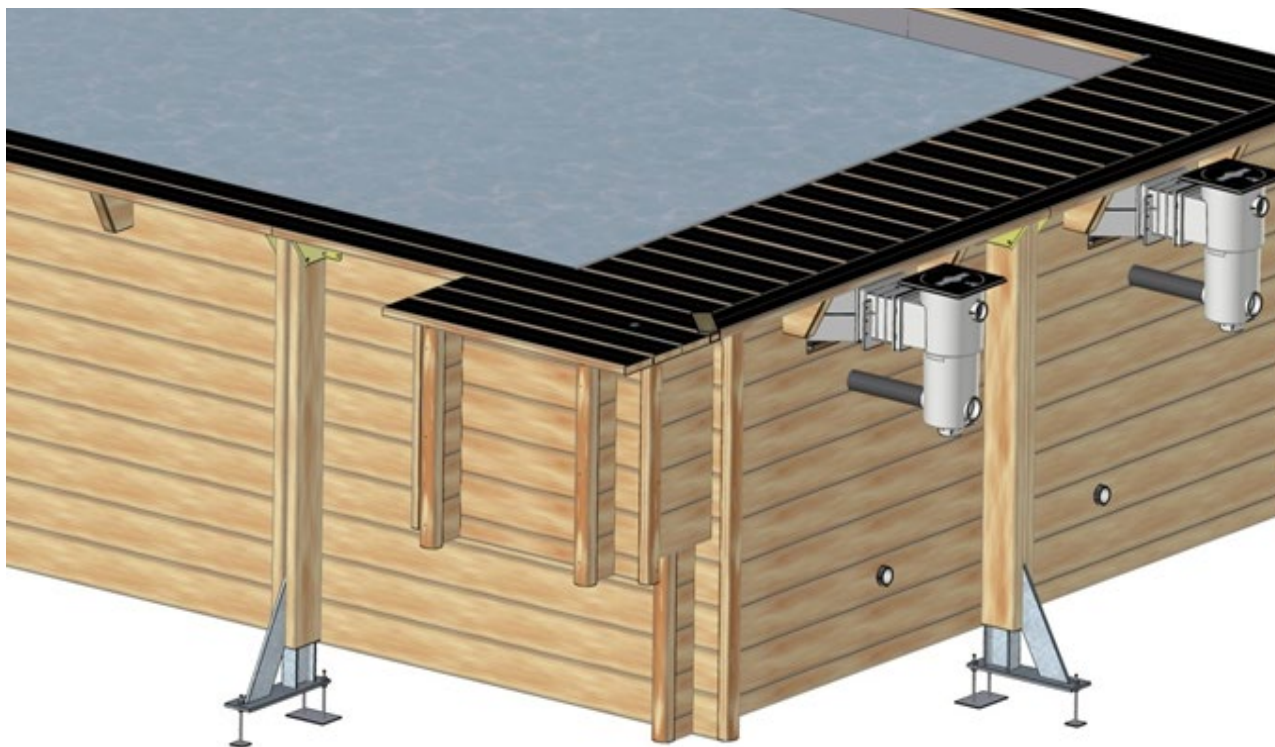
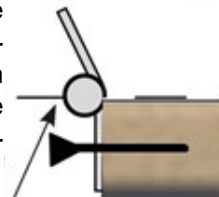

Abbildung 59 – Lage des Motorschachts am Pool
Abbildung 66 – Montage der Scharniere
Befestigen Sie schließlich die 45 x 45 mm Leiste (Teil 10 in *Abbildung 59*) mit Hilfe von 4 Senkkopfschrauben 5 x 80 (d). Diese Leiste muss bündig mit den Enden der Motorschacht-Bohlen abschließen.
Das im Lieferumfang Ihres Urban Pool enthaltene Eckstück ist rechteckig. Nach der Installation des Handlaufs auf dem Motorschacht bleibt ein Bereich in Form eines kleinen Dreiecks leer. Um dies zu vermeiden, tauschen Sie diese Leiste gegen die Leiste mit dem spitz zulaufenden Ende aus, die im Lieferumfang des Motorschachts enthalten ist (Teil 11 in Abbildung 59).
- Befestigen Sie die Leiste (Teil 10 in Abbildung 59) an den Holzbohlen des Pools; verwenden Sie dazu 3 Senkkopfschrauben 5 x 80 aus Edelstahl (d);
Montieren Sie die beiden Scharniere mit Hilfe von 3 Senkkopfschrauben 4 x 35 pro Scharnier am Rand eines 97,5 cm langen Handlauf-Moduls (Teil 7 in *Abbildung 59*) und zwar an den in *Abbildung 66* angegebenen Stellen.
Fügen Sie die beiden verbleibenden 97,5-cm-Handlauf-Module (eines davon wurde zum Anbringen des Schließmechanismus vorgebohrt) mit von unten zu befestigenden Leisten zusammen. Verwenden Sie dazu pro Leiste und pro Bohle zwei Senkkopfschrauben 5 x 40, also insgesamt 8 Schrauben (c); achten Sie dabei auf die Lage des Schließmechanismus und die Maße in *Abbildung 66*. Lassen Sie zwischen den beiden Handlaufteilen einen Abstand von 2 mm.
Der Schließmechanismus für die Motorschacht-Klappe besteht aus einem Schließzylinder, einem am Ende des Zylinders einzupassenden Schließhebel und einer Schließplatte für den dafür vorgesehenen Ausschnitt in der Motorschacht-Bohle (Teil Nr. 2 in *Abbildung 59*).